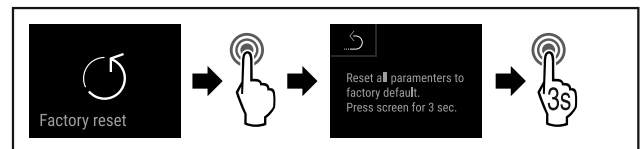

Fig. 105
- ▶ Følg anvisningene (se Fig. 105).